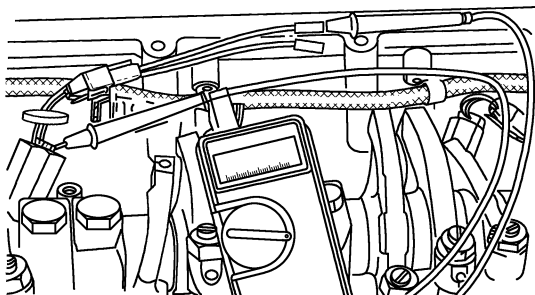

图 5-100 测量延长导线与螺母之间的电阻
⑯ 测量延长导线末端与电磁阀导线螺母之间的电阻(图 5-100)，必须小于 10Ω 。如果电阻不合格，应更换喷油器电磁阀导线。